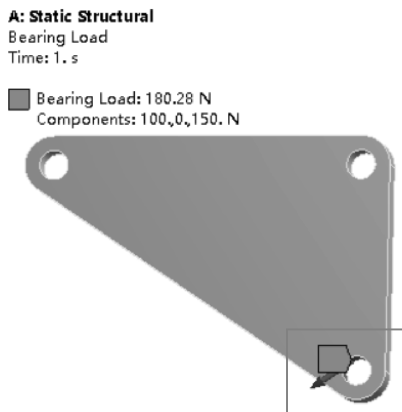

图 12-94 施加力载荷
(3) 施加轴承载荷: 在标准工具栏中单击, 选择托架结构余下孔内圆面, 在环境工具栏中单击【Loads】→【Bearing Load】→【Details of “Bearing Load”】→【Definition】→【Define By】= Components, 【X Component】= 100N, 【Y Component】= 0N, 【Z Component】= 150N, 如图 12-94 所示。